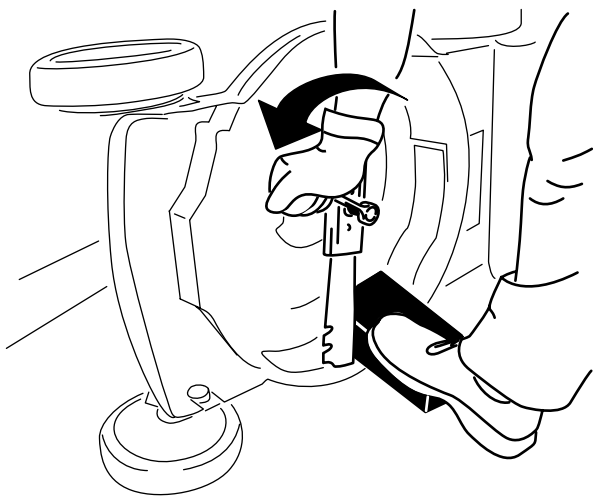

Figura 21
3. Utilize um bloco de madeira para manter a lâmina segura (Figura 21).
4. Retire a lâmina guardando todo o equipamento de montagem (Figura 21).